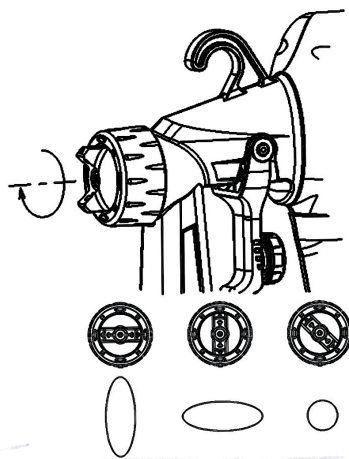

рис. 2
4.3 Форма факела настраивается поворотом распылительной головки, как показано на рис.2: